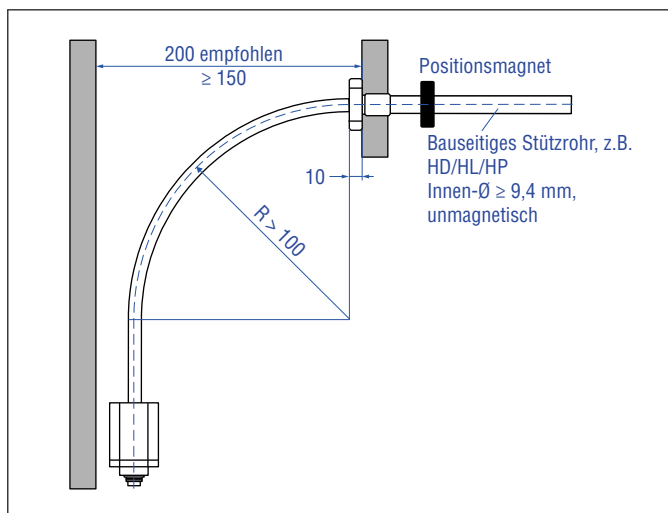

Abb. 18: Abstände für die Montage und Handhabung
3. Halten Sie bei der Montage/Demontage des Sensors einen Mindestabstand von 150 mm zu einer räumlichen Begrenzung ein. Der empfohlene Abstand beträgt 200 mm (Abb. 18).